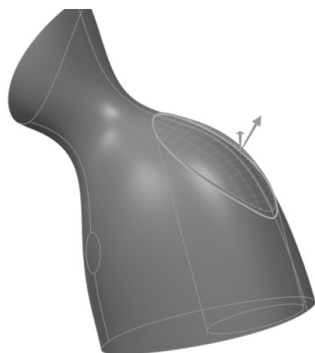
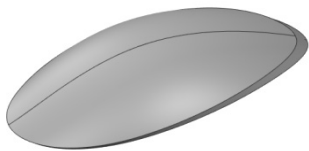

图 8-65 分型面建立
图 8-66 盖子曲面实体化
(3) 参照步骤 3 (3) (4) 合并曲面，如图 8-65 所示，实体化盖子相关曲面，如图 8-66 所示，完成盖子的建立。